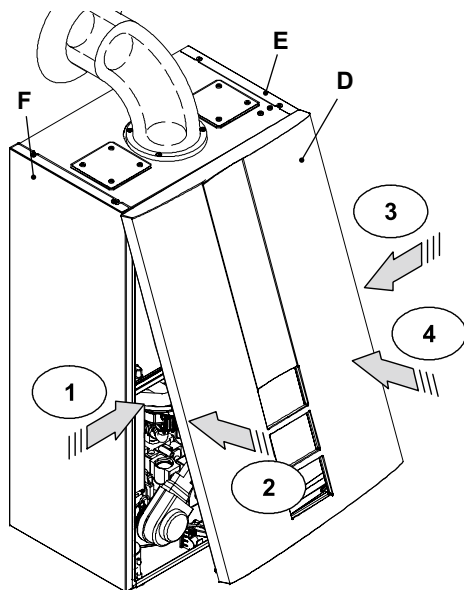

Figura 9.4
- Presione el muelle hacia adentro y al mismo tiempo empuje el panel frontal D hasta que se enganche completamente (Figura 9.4) secuencia 1-2.
- Repita los mismos pasos en el lado opuesto del panel frontal D , (Figura 9.4) secuencia 3-4.